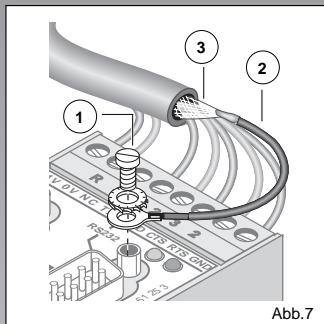

Abb.7
#### • Schraubklemme (COMBICON) (Abb. 7)
Verbinden Sie das freie Ende des Anschlußkabels ② mit dem Schirm des Datenkabels ③ elektrisch (z.B. löten, klemmen) gemäß Abbildung 7.